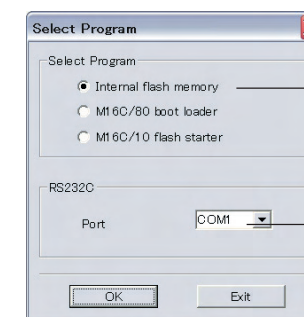

Fig. 2
- Start up FlashSta.exe, the screen will appear as shown below. (Fig. 2)
すると下記の画面が表示されます。(Fig. 2)
- Select the data to be transmitted and port. (Fig. 2)
- 送信データ、ポートを選択します。(Fig. 2)